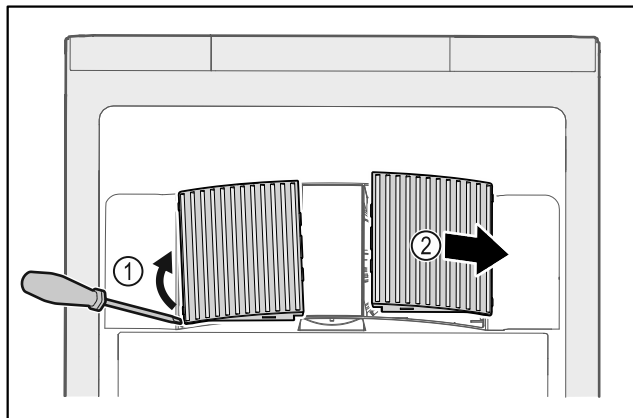

Fig. 228
- ▶ Z boku opatrně vytáhněte ventilátorové kryty Fig. 228 (1) a sejměte je směrem dopředu Fig. 228 (2).